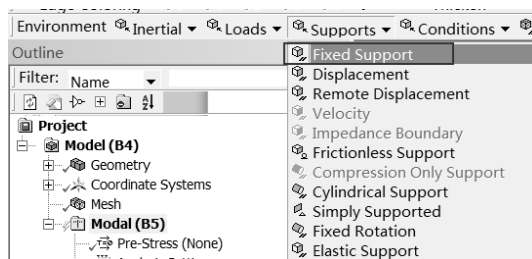

图 8-15 添加固定约束
Step2：选择 Environment 工具栏中的 Supports（约束） Fixed Support（固定约束）命令，此时在分析树中会出现 Fixed Support 选项，如图 8-15 所示。